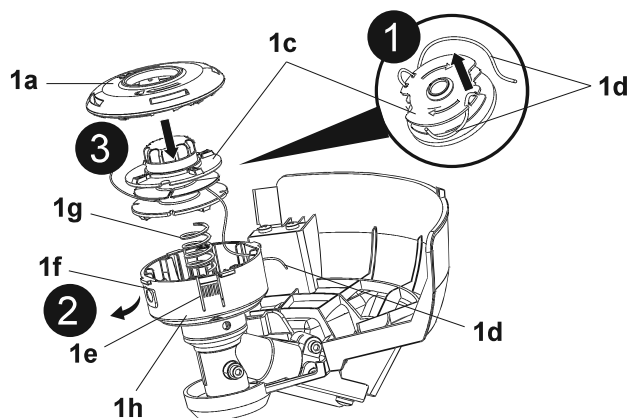

Fig. 57
9. Solte o fio do aparador (1d) dos entalhes e mantenha-o nessa posição. Evite que o fio do aparador (1d) se separe da bobina do aparador (1c) (Fig. 57, passo 1).
10. Passe a extremidade do fio do aparador através do ilhó (1f) na caixa (1h) (Fig. 57, passo 2).
12. Introduza a bobine do aparador (1c) na caixa (1h) (Fig. 57, passo 3).